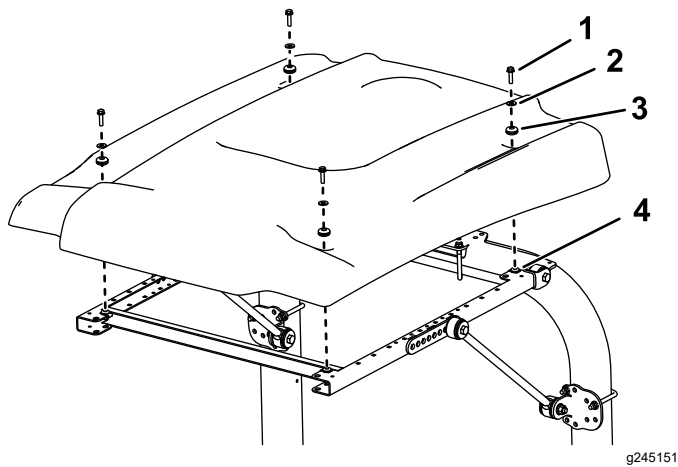

Figura 19
14. Alinee los taladros de montaje y posicione el toldo sobre el bastidor, según se muestra en Figura 19.
- Sujete provisionalmente cada esquina del toldo al bastidor con un perno con arandela prensada (5/16" x 1¼"), una arandela pequeña y un anillo de goma (Figura 19).